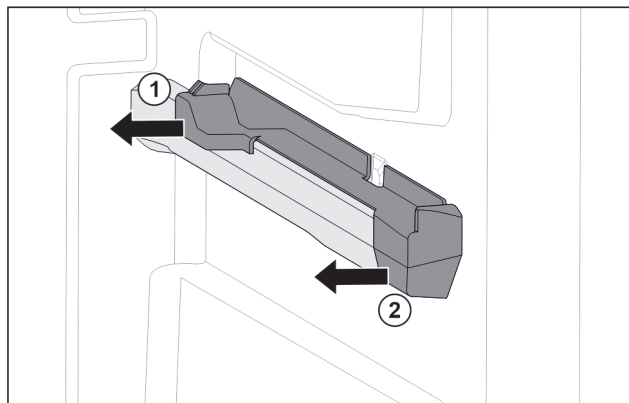

Fig. 73 Insteekelement op rechter containerrib
- Insteekelement achter naar de zijkant toe eraf trekken. Fig. 73 (1)
- Insteekelement voor naar de zijkant toe eraf trekken. Fig. 73 (2)